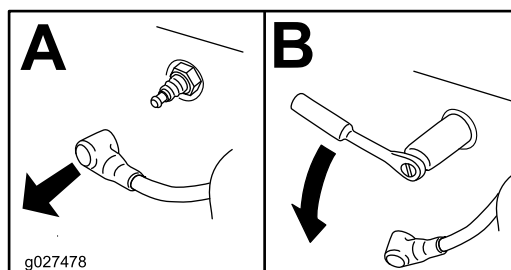

Figure 41
- Déposez la ou les bougies, comme montré à la Figure 41.